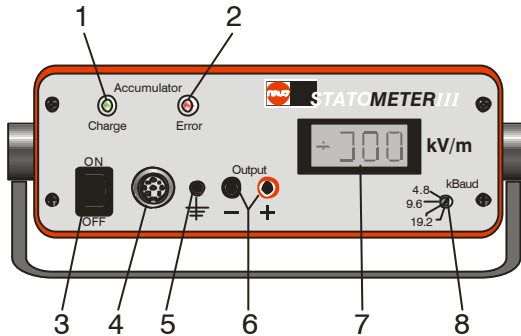

Abbildung 2
1. Vor dem Anschließen, unbedingt Prüfen ob das Gerät für die örtliche Netzspannung geeignet ist. Das Gerät ist für Akkubetrieb und 230 V ausgelegt. Die Netzspannung zeigt die Zahl auf dem Sicherungshalter (siehe Abbildung 2, Position 13, Seite 8) an. Bei falscher Netzspannung kann das Gerät Schaden nehmen.
1. Abdeckungen (siehe Abbildung 2, Position 10, Seite 8) an der Rückseite des Gerätes öffnen.
Der PC wird über das Opto-Übertragungskabel mit der „Serielle Schnittstelle“ (siehe Abbildung 2, Position 9, Seite 8) am Gerät verbunden. Es wird auch ein USB-Adapter (siehe Kapitel 7.3, Seite 18) als Zubehör angeboten.